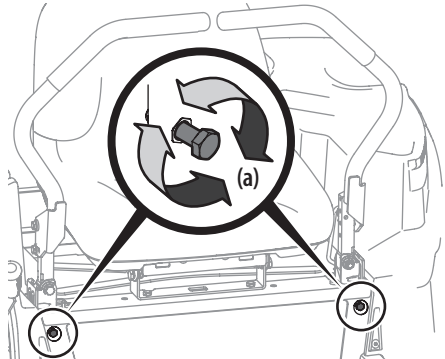

Figura 40
2. Ubique los pernos del ajuste de detención de las palancas de control de la transmisión de barras de seguridad (a) que están en el frente del marco del asiento. Consulte la Figura 40.
3. Para reducir la velocidad de avance, gire los pernos del ajuste de detención de las palancas de control de la transmisión de barras de seguridad (a) en el sentido de las agujas del reloj. Para incrementar la velocidad de marcha hacia adelante, gire los pernos de ajuste de detención de las palancas de control de la transmisión de barras de seguridad (a) en el sentido contrario a las agujas del reloj. Gire los pernos de ajuste de detención de las palancas de control de la transmisión de barras de seguridad (a) en la dirección necesaria 1/4 de giro por vez. Después de girar los pernos de ajuste de detención de las palancas de control de la transmisión de barras de seguridad (a), compruebe el ajuste manejando el tractor. Consulte la Figura 40.